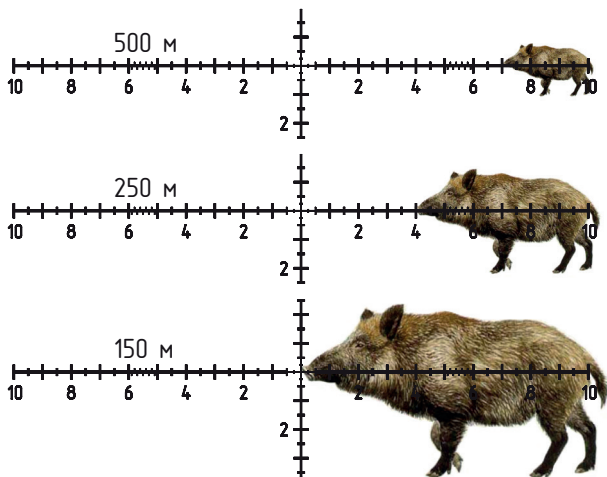

Рисунок 11 – Определение расстояние до цели
- поместить перекрестье прицела так, чтобы одна сторона цели оказалась на горизонтальной шкале (см. рис. 11);